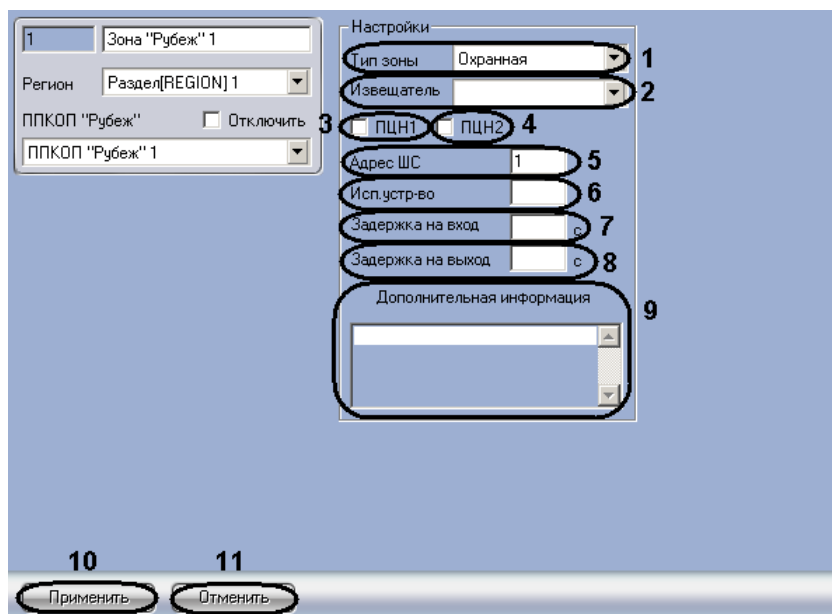

Рис. 3.4-2 Настройка охранных зон
1. Перейти на панель настроек объекта **Зона «Рубеж»** (Рис. 3.4-2).
2. Выбрать тип зоны охраны из соответствующего раскрывающегося списка (см. Рис. 3.4-2, 1).
3. Из раскрывающегося списка **Извещатель** выбрать тип извещателя зоны охраны (см. Рис. 3.4-2, 2).
4. Установить флажок **ПЦН1**, если необходимо передавать состояние зоны охраны на пульт централизованного наблюдения 1 (см. Рис. 3.4-2, 3).
5. Установить флажок **ПЦН2**, если необходимо передавать состояние зоны охраны на пульт централизованного наблюдения 2 (см. Рис. 3.4-2, 4).
6. В поле **Адрес ШС** необходимо ввести адрес соответствующего шлейфа сигнализации на приборе *Рубеж-07* (см. Рис. 3.4-2, 5).
7. Указать при необходимости в поле **Исп. устр-во** номер исполнительного устройства для данной зоны (см. Рис. 3.4-2, 6).
8. Ввести в поле **Задержка на вход** значение в секундах, определяющее время для снятия шлейфа с охраны при входе (см. Рис. 3.4-2, 7).
9. Ввести в поле **Задержка на выход** значение в секундах, определяющее время, при котором объект сможет совершить выход после постановки зоны на охрану (см. Рис. 3.4-2, 8).
*Примечание. В поле **Дополнительная информация** можно ввести любую необходимую информацию о данной зоне охраны (см. Рис. 3.4-2, 9).*
10. Для сохранения изменений нажать кнопку **Применить** (см. Рис. 3.4-2, 10).
*Примечание. Для отмены внесенных изменений необходимо нажать кнопку **Отмена** (см. Рис. 3.4-2, 11).*